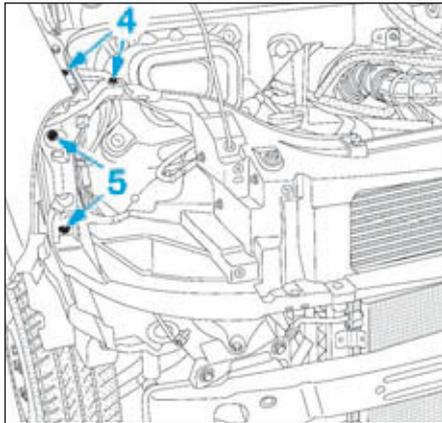
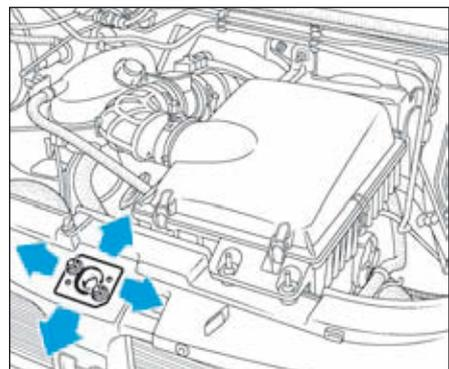

FIG.126
FIG.128
- Déposer, de chaque côté du véhicule (Fig.126) :
- les vis de fixation (4) de la façade avant.
- les vis (5) de tirant de la façade avant.
- Contrôler et ajuster l'alignement latéral entre les ailes avant et les projecteurs avec les vis (4) (Fig.126) de fixation de façade avant (deux de chaque côté).
- Déposer les projecteurs avant et serrer les vis (4) de fixation de façade avant au couple de 2,1 daN.m.
- Ajuster l'alignement de la serrure de capot avec le doigt de verrouillage du capot, et serrer les vis de la serrure de capot (Fig.128).
- les vis (5) (Fig.126) de tirant de façade avant à 2,1 daN.m.